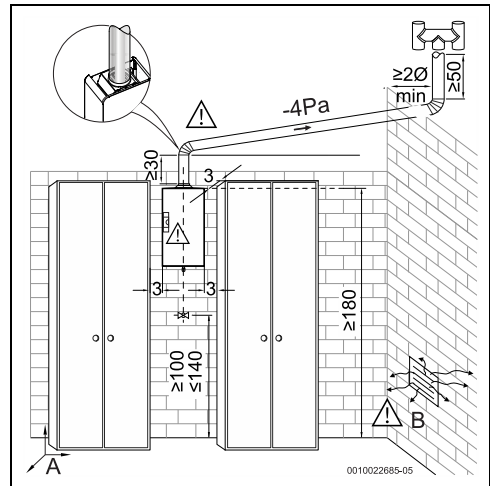

Fig. 8 Distancias mínimas
- ▶ Respetar las separaciones mínimas indicadas en la Fig. 8.
- Asegurarse de un libre acceso de trabajos de mantenimiento y cumplir para ello las distancias indicadas en la imagen 8.